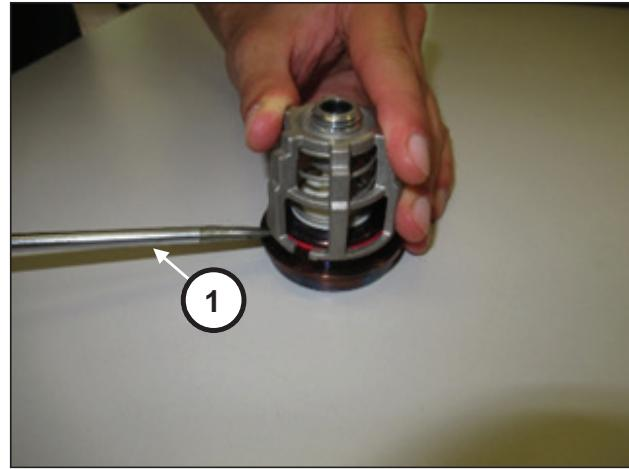

Fig. 97
Démonter les groupes soupape d'aspiration en se servant d'outils simples comme levier (rep. ①, Fig. 97).